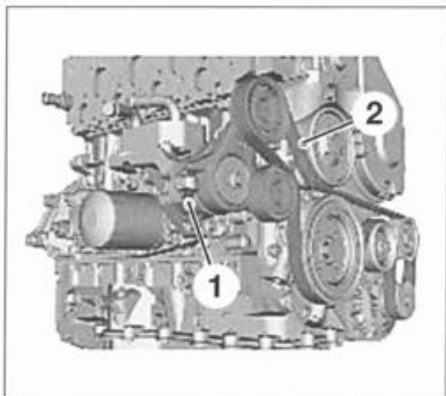

FIG. 18
- Colocar un tornillo M8 x 25 mm (1) (ref. pieza Ford "4413741") en el tensor (fig. 18).
- Apretar el tornillo en el tensor para destensar la correa (2).